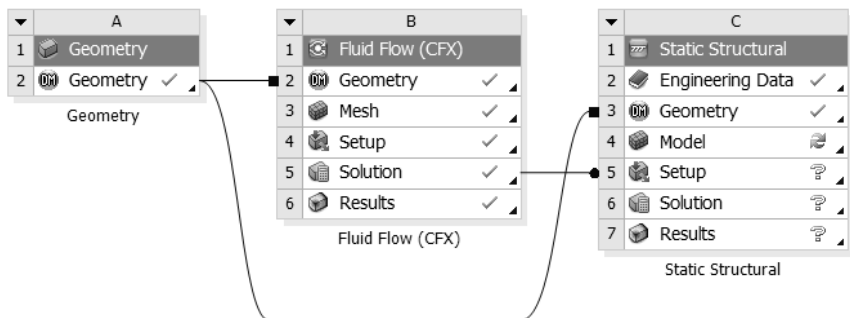

图 17-79 几何数据共享
Step3：如图 17-79 所示，按住 A2 不放直接拖曳到 C3 栏中，实现数据共享。